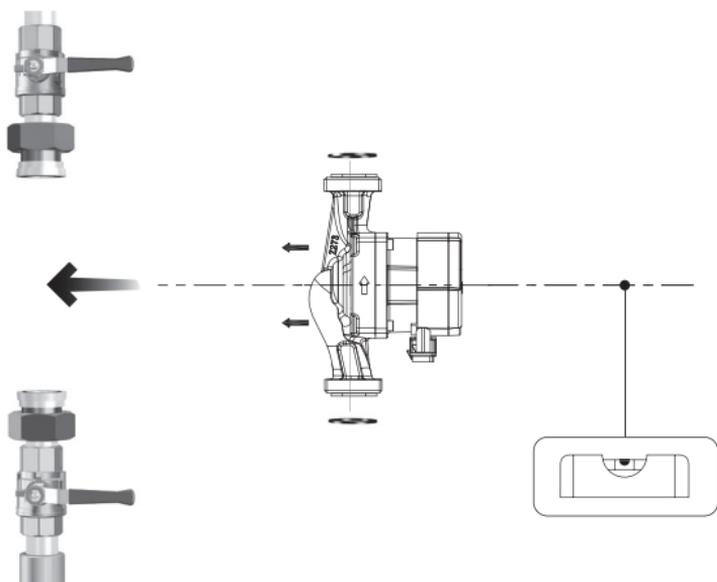

Рис. 3 Монтаж насоса
2. Перед тем, как насос будет смонтирован в трубопроводе, установите две прокладки, поставляемые с насосом (см. рис. 3). Установите насос так, чтобы положение вала электродвигателя и головной части насоса удовлетворяло требованиям, изложенным в разделе *Требования к расположению насоса*.